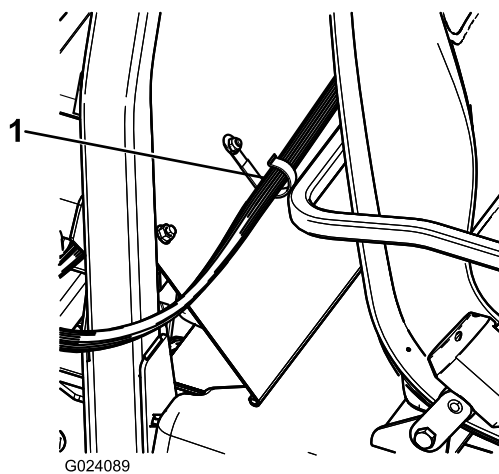

Рисунок 17
5. Установите J-образный зажим позади сиденья пассажира с помощью болта ($\frac{1}{4} \times \frac{1}{2}$ дюйма) и гайки ($\frac{1}{4}$ дюйма) (Рисунок 17).